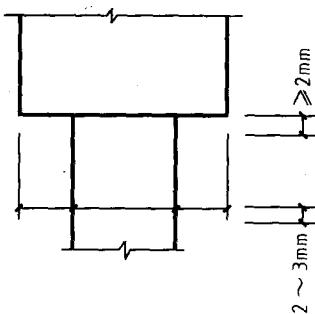
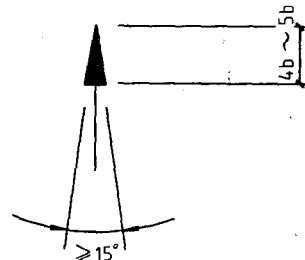

图 1-8 尺寸界线
图 1-9 箭头尺寸起止符号
(2) 尺寸界线应用细实线绘制，一般应与被注长度垂直，其一端应离开图样轮廓线不小于 2mm，另一端宜超出尺寸线 2~3mm。图样轮廓线可用作尺寸界线（图 1-8）。
(3) 尺寸线应用细实线绘制，应与被注长度平行。图样本身任何图线均不得用作尺寸线。
(4) 尺寸起止符号一般用中粗斜短线绘制，其倾斜方向应与尺寸界线成顺时针 45°角，长宜为 2~3mm。半径、直径、角度与弧长的尺寸起止符号，宜用箭头表示（图 1-9）。